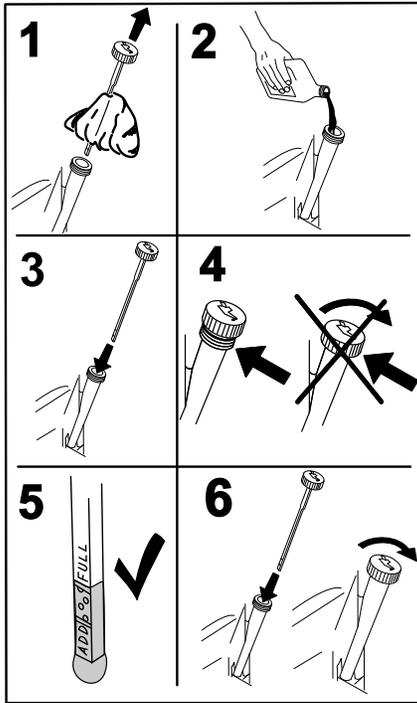

Figure 40
5. Versez lentement environ 80 % de l'huile spécifiée dans le tube de remplissage, puis faites l'appoint lentement jusqu'à ce que le niveau atteigne le repère maximum (**Full**) (Figure 40).